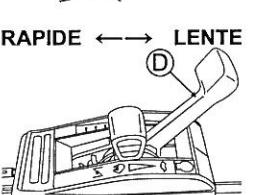

Fig. 4.
- Ajustez la vitesse de tonte avec le Levier de changement de vitesse (D). (Voir Fig. 4.)